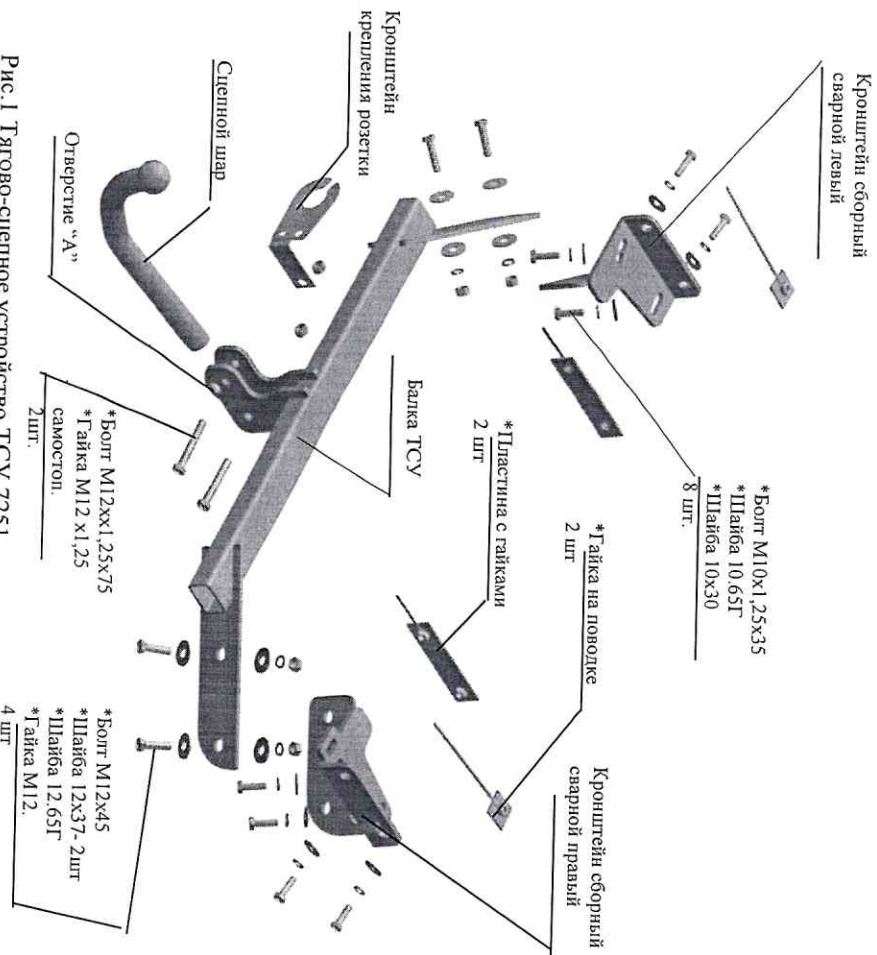

Рис.1 Тягово-сцепное устройство ТСУ 7251.
| 2.1 ТСУ 7251 в сборе (рис.1) | 1 шт. |
| 2.2. Пакет комплектующих (рис.1) | 1 шт. |
4.3 Закрепить сборный сварной левый кронштейн ТСУ к нижней и внешней полке лонжерона четырьмя болтами М10х1,25х35, используя гайки штатные сварные и подложив под головки болтов шайбы 10,65Г и шайбы 10х30 (соответственно рис.1). Крепеж не затягивать.
полках лонжеронов под болты М10х35 и для крепления кронштейнов к переднему отверстию в нижних полках лонжеронов - использовать гайки на поводе, к боковым полкам лонжеронов - пластины с гайками, к заднему отверстию в нижних полках – гайки М10 и болты М10х35 (на рис.1 не показано), подложив под головки болтов шайбы 10,65Г и шайбы 10х30. Крепеж не затягивать.
4.4 Закрепить сборный сварной правый кронштейн ТСУ аналогично левому, соответственно рис.1. Крепеж не затягивать
4.5 Закрепить балку ТСУ к внешним сторонам сборных сварных кронштейнов за нижние отверстия болтами М12х45 и гайками М12 (соответственно рис.1), подложив под головки болтов шайбы 12х37, а под гайки - шайбы 12,65Г и шайбы 12х37. Крепеж не затягивать.